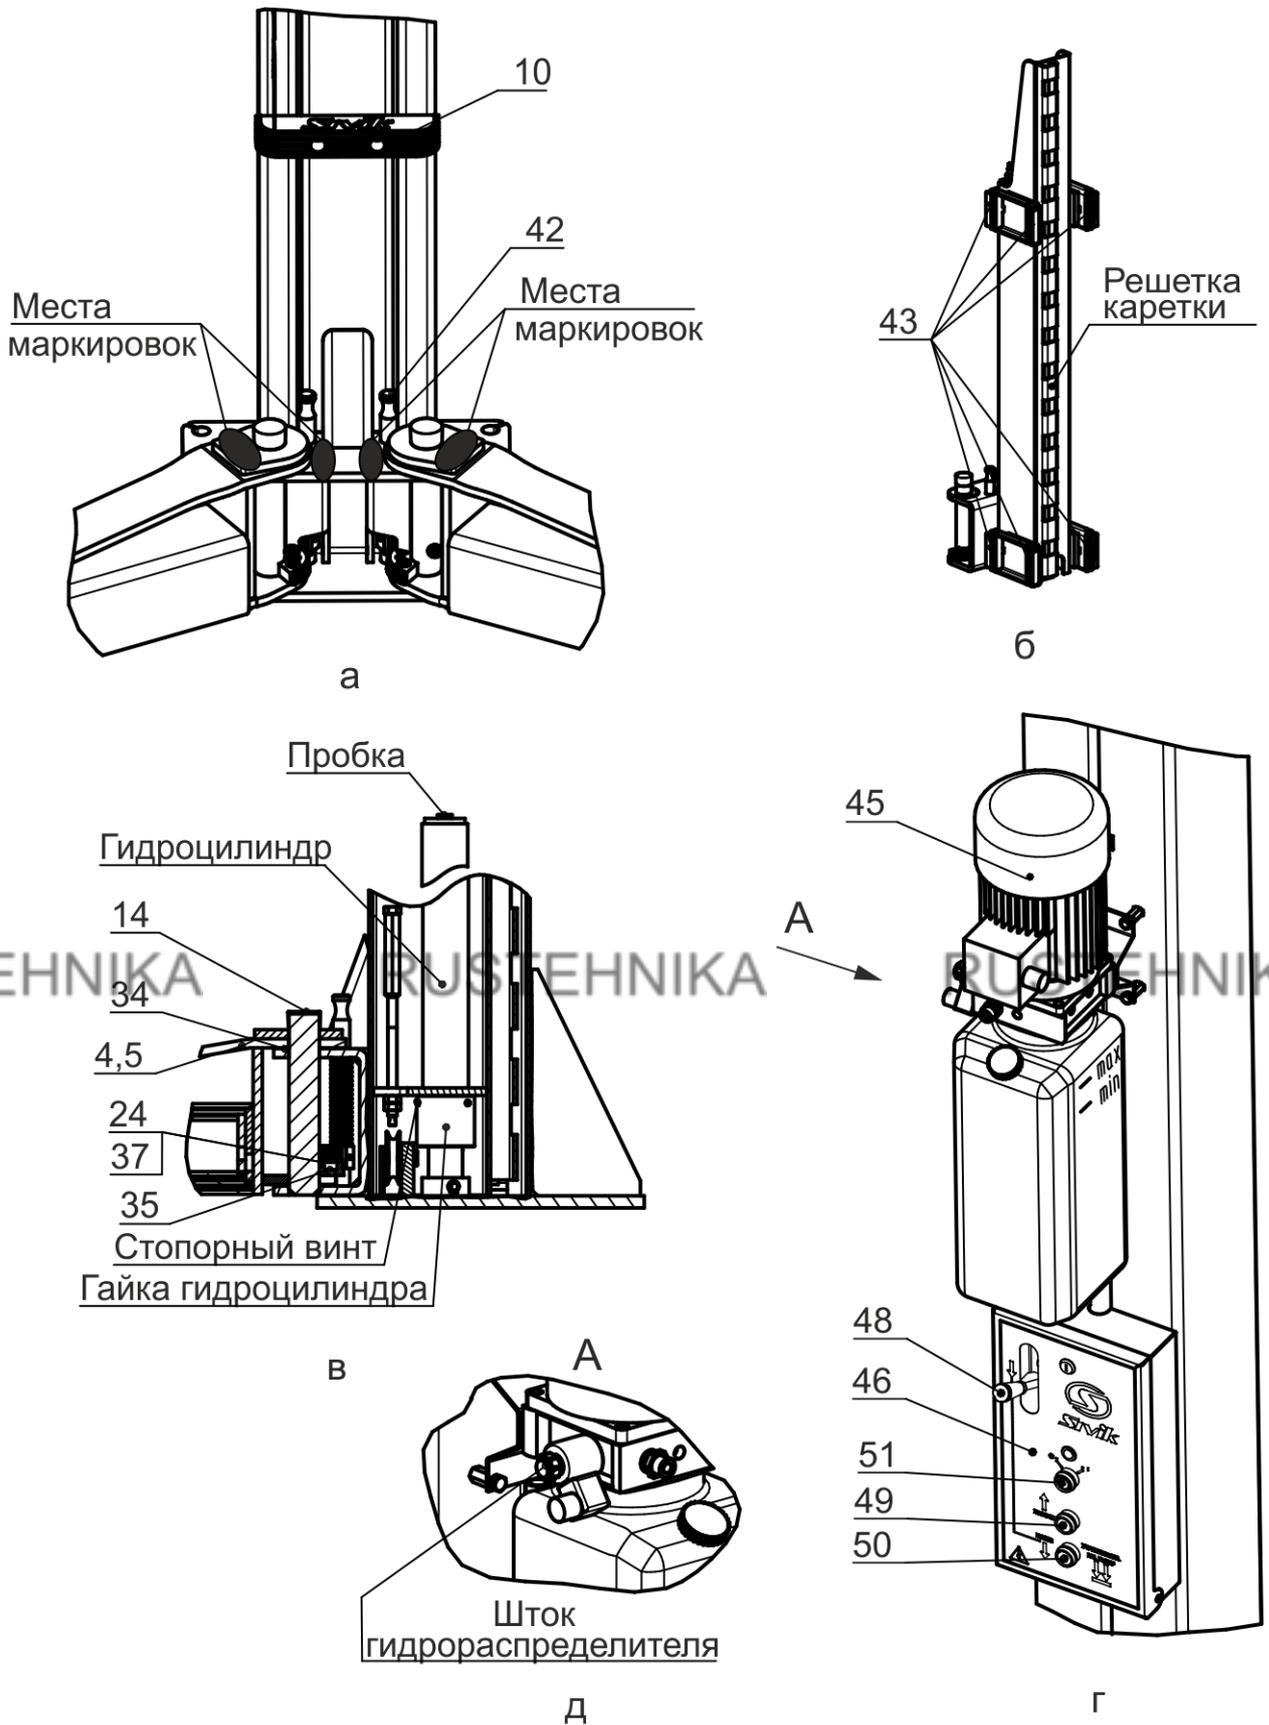

Рисунок 4.1 – Виды подъемника
Подъемник (рисунок 3.1) состоит из двух стоек коробчатого сечения - правой 1 и левой 2, соединенных между собой перекладиной 3. В стойках размещены каретки 63 с закрепленными на них поворотными телескопическими подхватами 4 и 5 разной длины. На концах подхватов 4, 5 установлены опоры 7, подставки опоры 8, 9. Подхваты фиксируются стопорными устройствами 42 (рисунок 4.1 а), автоматически срабатывающими при подъеме автомобиля. При опускании кареток 63 в крайнее нижнее положение происходит автоматическое расстопорение подхватов 4 и 5. Каретки 63 приводятся в движение гидравлическими цилиндрами, установленными внутри стоек. Подъемник снабжен системой 62 тросовой синхронизации движения кареток 63.
Каждая каретка 63 (рисунок 4.1 б) снабжена полиамидными ползунами 43, скользящими по беговым дорожкам стоек 1 и 2. Каретки фиксируются на требуемой высоте стопорами-защелками 44 (рисунок 3.1), закрепленными на стойках 1,2 и входящими в зацепление с решетками на каретках 63.
На правой стойке (рисунок 4.1 г) размещена насосная станция 45 с пультом управления 46. Внутри насосной станции 45 находится клапан предохранительный, предотвращающий перегрузку в гидросистеме. Клапан предохранительный настроен на заданное давление и опломбирован.
Для предотвращения повреждения дверей автомобиля (при открывании) на каретки 63 установлены накладки 10, фиксируемые винтами М8х30, шайбами 8Г и шайбами 8 (рисунок 3.1 и рисунок 4.1 а).
Управление подъемником осуществляется рычагом 48 (рисунок 4.1 г) и двумя кнопками 49 и 50, установленными в пульте управления 46. Рычагом 48 осуществляется расстопорения кареток 63, а кнопками 49 и 50, подъем (кнопка 49) и опускание (кнопка 50) кареток 63.
ВНИМАНИЕ! Перед сборкой проверить затяжку гаек гидроцилиндров и стопорных винтов (рисунок 4.1 в).
Для того чтобы проверить срабатывание упругой тяги 55, необходимо одному человеку прижать рукой защелку 44 к стойке 2, а другому повернуть рычаг 48 (рисунок 4.1 г) на себя. Упругая тяга 55 должна вытянуться на полный ход штока.
При повороте рычага 48 (рисунок 4.1 г) защелки на левой и правой стойки должны срабатывать одновременно. При отпуске рычага 48, защелки на левой и правой стойке должны вернуться в исходное положение. Регулировка проводится выборкой слабины тросика 52 и обжатием петли от вытягивания зажимом 13.
6.9 Открутить пробку бака насосной станции 45 и залить масло (около 12 л) до верхней метки «MAX» (рисунок 4.1 г). Уровень масла контролировать визуально. Установить пробку бака на место.
- кратковременным нажатием на кнопку 49 (двигатель должен работать, вращение крыльчатки по стрелке на кожухе эл. двигателя, а из бака должно убывать масло, рисунок 4.1 г).
- отвернуть пробки у каждого гидроцилиндра на один оборот (рисунок 4.1в)
6.13 Подхваты 4 и 5 установить согласно маркировки, предварительно одев шайбу 34 на ось каретки, как представлена на рисунке 4.1а и зафиксировать секторами 40 к подхватом 4 (рисунок 4.1в). Сектора фиксировать винтами 24 и шайбами 37. Допускается разно-высотность подхватов до 10 мм. Убедитесь, что подхваты фиксируются стопорными устройствами 42.